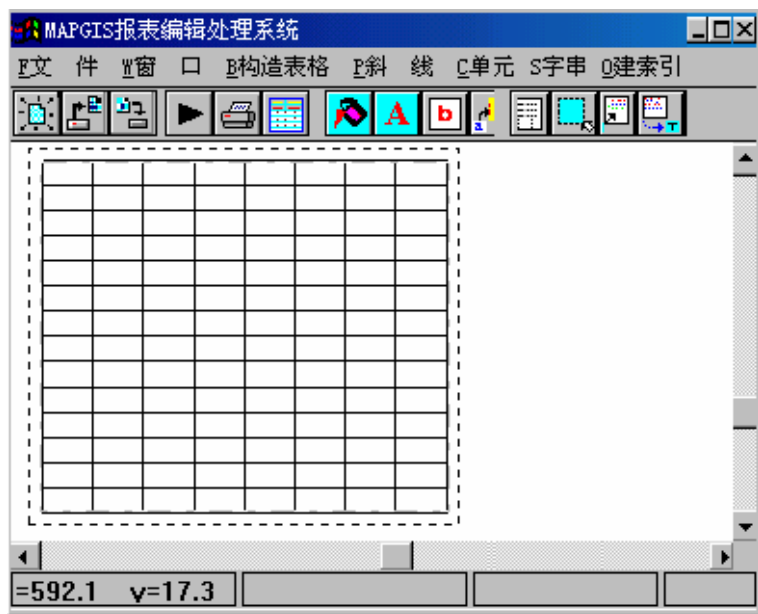

图 9-5 构造表格
- ① 选择构造表格菜单下的“构造固定式表”；
- ② 移动鼠标到窗口中按一下鼠标左键，拖动鼠标，随着鼠标的移动，欲建立基本表格随即画了出来；
- ③ 当所显示的基本表格行列数达到用户的要求后，按鼠标左键确认，则得到所需表格，如图 9-5 所示。按鼠标右键则取消返回。